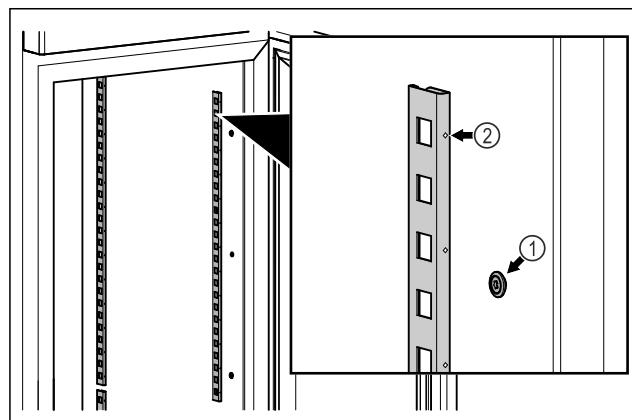

Fig. 83 Примерно изображение
- Закачете заключващите ленти в окачването Fig. 83 (1). Маркировката Fig. 83 (2) трябва да сочи напред.